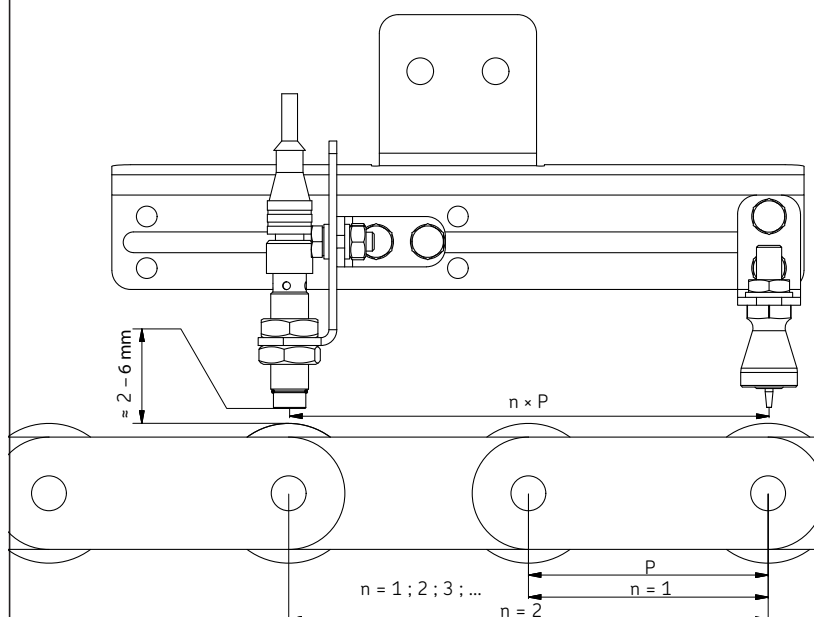

Fig. 11
- Regolare la posizione orizzontale e verticale del sensore (→ **fig. 11**). Esso deve essere in posizione verticale rispetto a un punto di lubrificazione